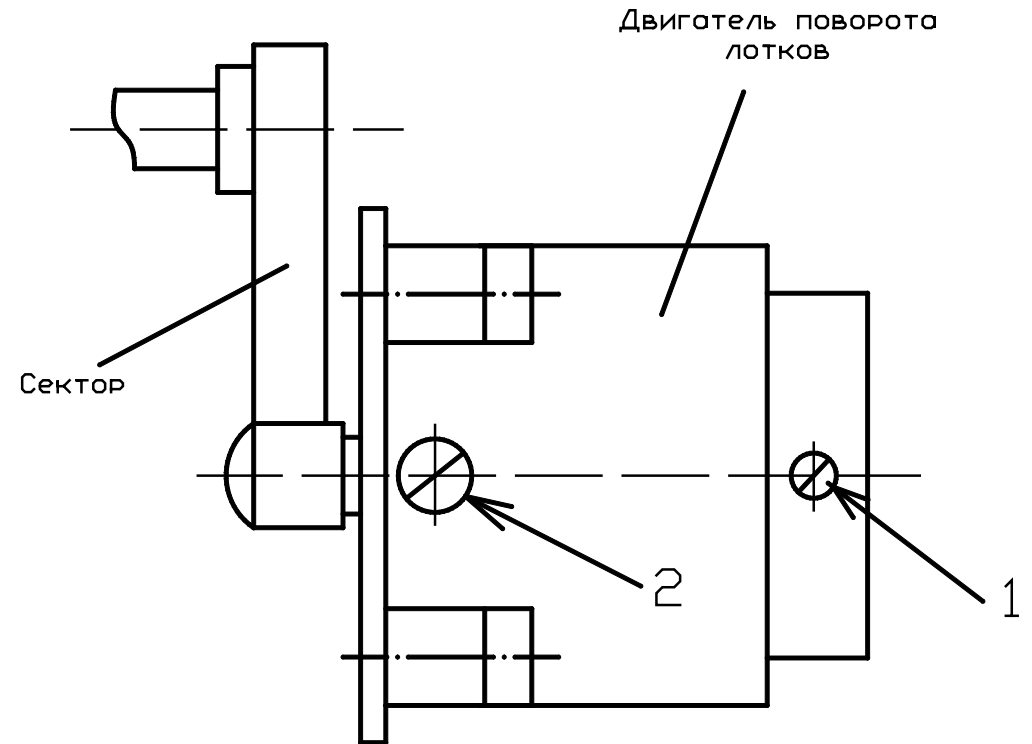

Рис. 8
2. В блоке поворота произведите смазку подшипника двигателя и замените масло в редукторе	Согласно табл. 4 и рис. 8